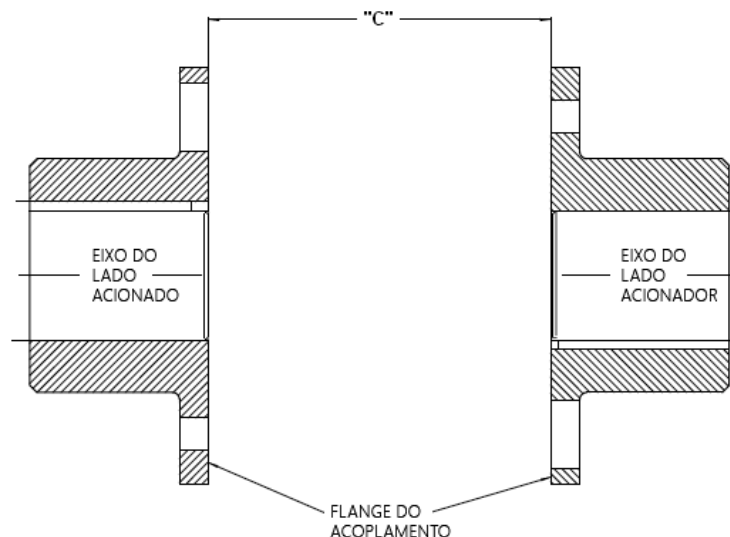

Figura 9 - Montagem dos cubos nos eixos
- 9.1. Verifique se os cubos foram montados conforme mostrado na Figura 9 e definido na Tabela 1, para fornecer o comprimento “C” correto. O comprimento “C” é a distância medida entre as faces dos dois flanges do cubo.
- 9.8. Para verificar a montagem e o alinhamento, meça a distância "N" entre os flanges do cubo e o carretel central em cada extremidade, conforme mostram a Figura 9 e a Figura 11. A dimensão "N" deve ser medida em 4 (quatro) posições equidistantes em volta da circunferência do vão do pacote de discos (nas posições superior, inferior e lateral) de cada extremidade.
10.3. Remova todas as contraporcas, parafusos, arruelas e pacotes de discos. Pode ser necessário o uso de chaves inglesas especiais. Limpe os dois adaptadores e o componente central, remova entalhes e rebarbas. Veja a Figura 9. Substitua o anel amortecedor, quando for necessário. Em primeiro lugar, instale os novos pacotes de discos nos adaptadores.